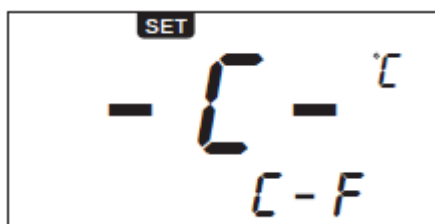
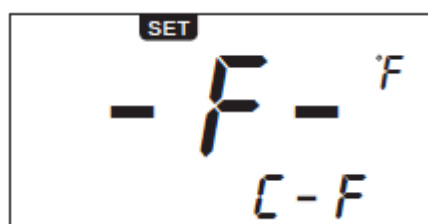

Рис. 1-10
Рис. 1-11
3. В режиме меню C-F можно переключать единицы измерения температуры (°C и °F) нажатием кнопки «▲» или «▼». См. Рис.1-10, установите -C-, что означает единицу измерения температуры °C; См. рис. 1-11, установите -F-, что означает единицу измерения температуры °F.